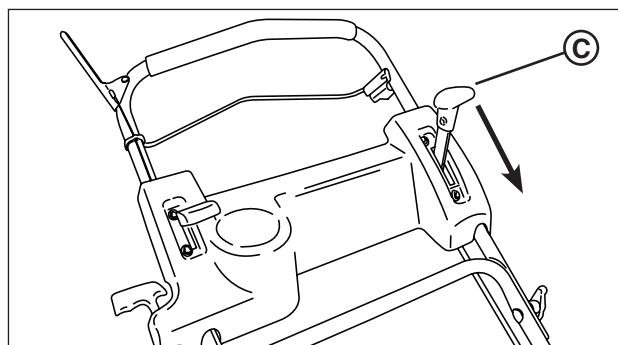

Figure 25: La commande de vitesse de déplacement
1. Déplacez la commande de vitesse de déplacement (**A**, **Figure 25**) à la position « rapide ».